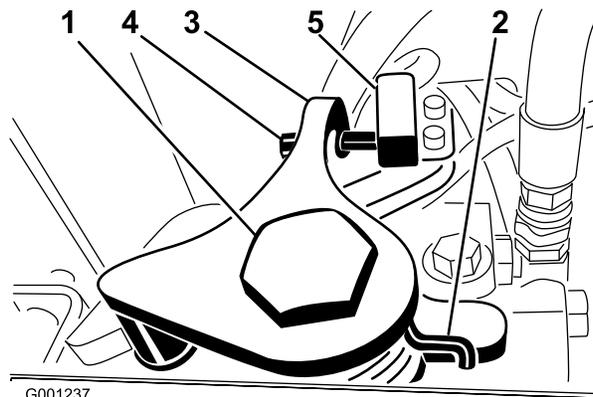

図 57
3. 走行調整カムの反対側にある固定ネジをゆるめる (図 57)。
7. ニュートラル復帰アームのネジ (図 57) を調整してネジの端部とスイッチとの隙間を 2.286~3.048 mm とする。